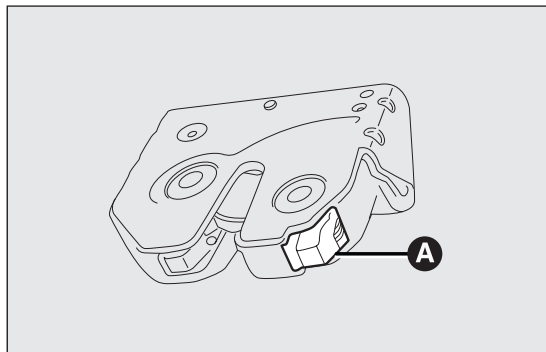

РИС. 55
- чтобы механически разблокировать багажную дверь изнутри, воздействовать на рычажок А РИС. 55.